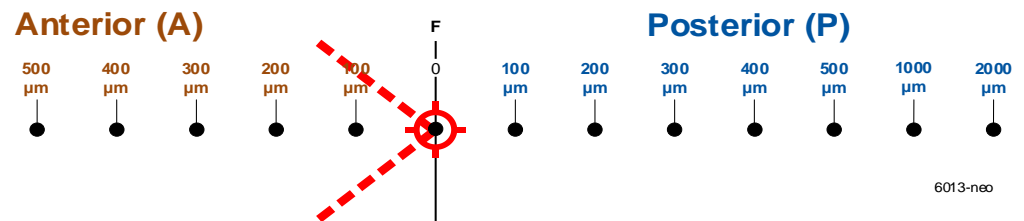

Abbildung 5-3
Die periphere Iridotomie (PI) wird mit einem anterioren Versatz durchgeführt. Der Versatzmechanismus ist in Abbildung 5-3 dargestellt, wobei sich die in der Abbildung gezeigten Distanzen auf Messungen in Luft beziehen. F bezeichnet die Bildebene (Fokusebene) und die gestrichelten roten Linien stellen die Zielstrahlen dar.